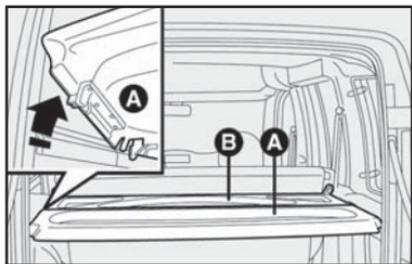

fig. 85
A cobertura é formada por duas partes **fig. 85**. Para retirá-la completamente:
- 2) Levantar a parte **A-fig. 85** da cobertura do porta-malas, até apoiá-la sobre a parte **B**.